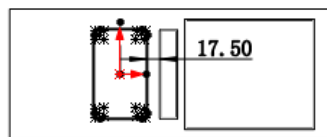

图 17.8.43 编辑草图
(4) 编辑草图，如图 17.8.43 所示，退出草图环境。